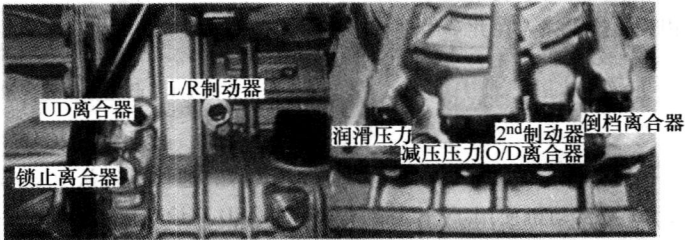

图 1-4 油压测试口
(3) 该款变速器设有 8 个油压测试口，各测试口的位置如图 1-4 所示。